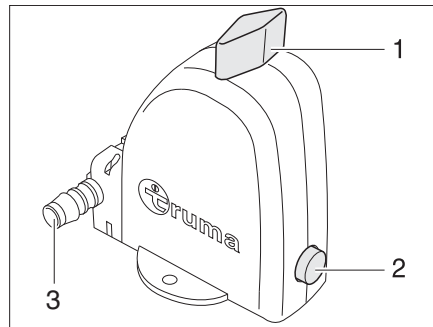

Bild 259 Sicherheits-/Ablassventil des Boilers - Stellung Betrieb
Der Boiler ist mit einem Sicherheits-/Ablassventil (Bild 259) ausgestattet. Das Sicherheits-/Ablassventil verhindert, dass das Wasser im Boiler einfriert, wenn bei Frost die Heizung nicht eingeschaltet ist.
- ▷ Der Entleerungsstutzen (Bild 259,3) des Sicherheits-/Ablassventils muss immer frei von Verschmutzungen (z. B. Laub, Eis) sein.
- Drehknopf (Bild 259,1) 90° längs zum Sicherheits-/Ablassventil drehen. Der Druckknopf (Bild 259,2) springt heraus. Der Boiler wird über den Entleerungsstutzen (Bild 259,3) des Sicherheits-/Ablassventils nach außen entleert.
- Drehknopf (Bild 259,1) 90° quer zum Sicherheits-/Ablassventil drehen.
- Druckknopf (Bild 259,2) eindrücken.